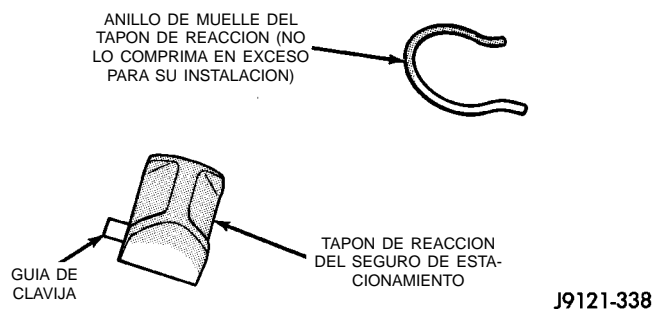

Fig. 244 Guía de clavija y anillo de muelle del tapón de reacción
(3) Instale el tapón de reacción del seguro de estacionamiento. **Observe que el tapón tiene una clavija de guía en la parte trasera (Fig. 244). Asegúrese de que la clavija esté asentada en el orificio en la caja antes de instalar el anillo de muelle.**